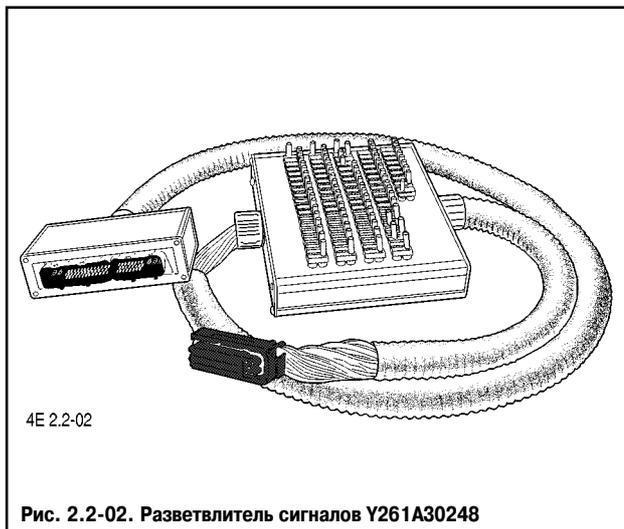

Рис. 2.2-02. Разветвитель сигналов Y261A30248
13. В системе управления двигателем используется контроллер с 81-клеммовым разъемом, который находится в труднодоступном месте. Поскольку клеммы внутри колодки разъема недоступны для подключения внешних измерительных приборов, то для проведения проверки исправности цепей жгута системы впрыска необходимо использовать специальные разветвители сигналов (рис. 2.2-02), подключаемые между контроллером и жгутом проводов.